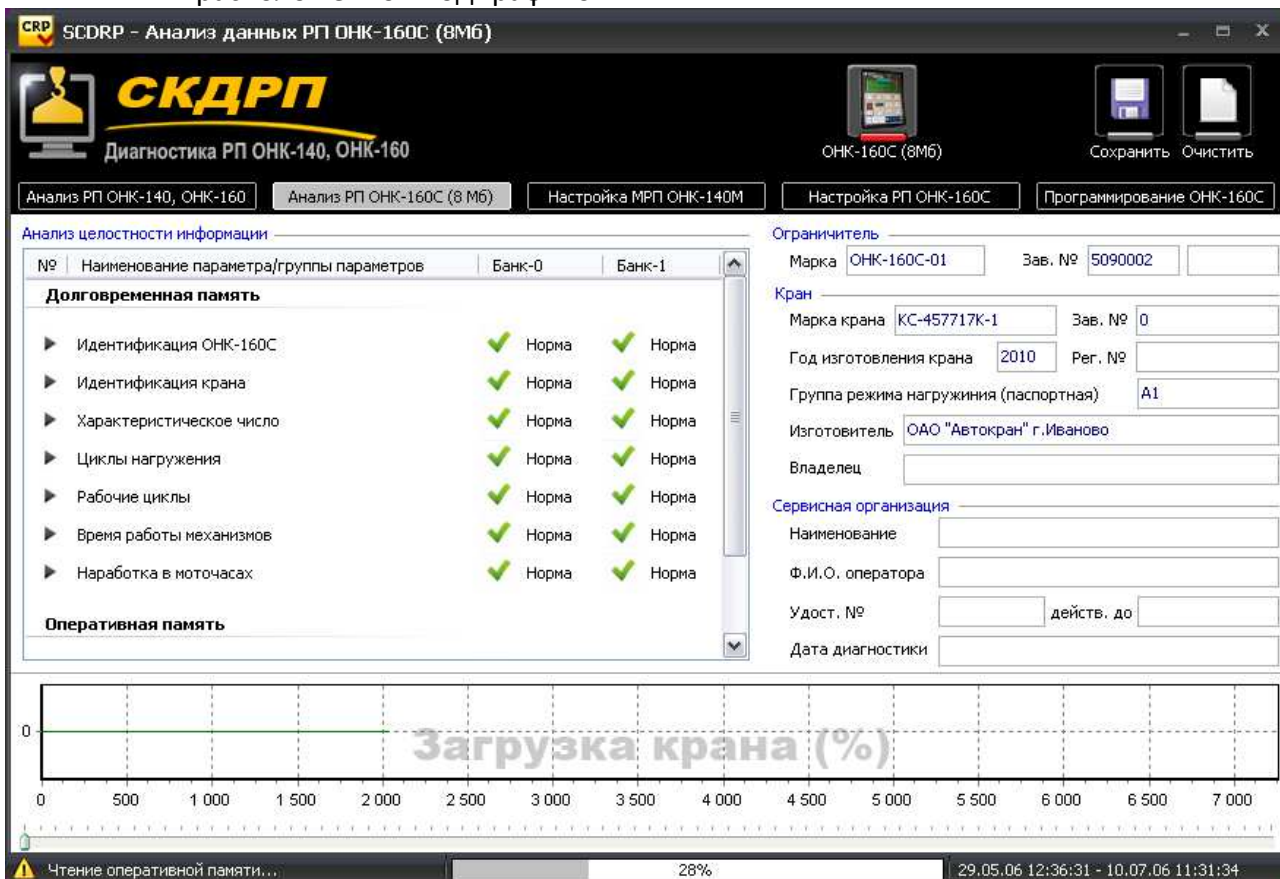

Рисунок 32. Считывание информации из РП ОНК-160С (8Мб).
Таблица анализа целостности информации заполнится наименованиями блоков (Рисунок 32).
7. По мере поступления оперативной информации из РП будет строиться график «Загрузка крана» и анализироваться целостность информации. В строке состояния справа отображаются начальная и конечная дата проанализированного фрагмента (Рисунок 32). Дата формата «FF.FF.FF FF:FF:FF» отображается для незаполненных на текущий момент кадров.